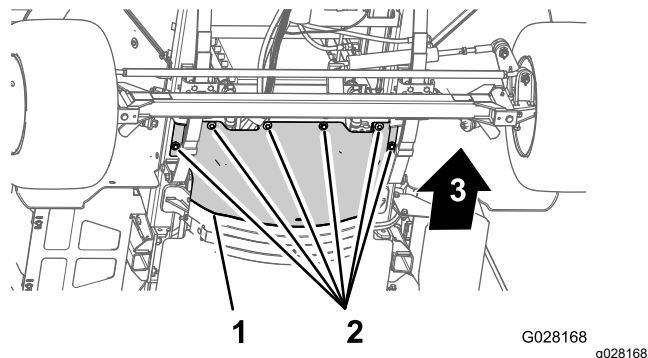

Рисунок 62
3. Выверните 6 болтов с шестигранными головками и снимите 6 шайб, которые крепят передний теплоизолирующий экран к шасси, и снимите экран (**Рисунок 62**).